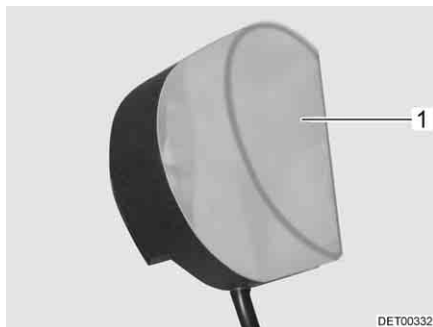

Fig. 248 Luci armadi guardaroba
- Comprimere leggermente e rimuovere la copertura della lampada (Fig. 248,1).